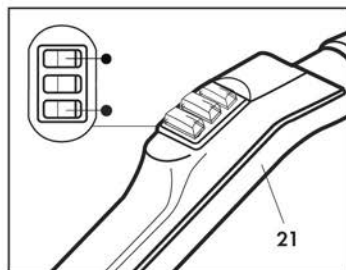
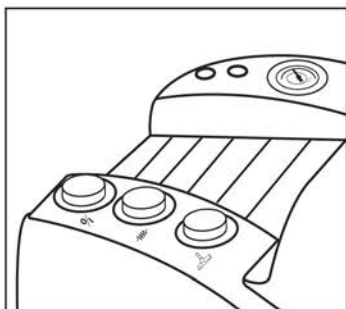

Fig. 14
Fig. 15
Para parar el aparato apagar los interruptores de mando vapor y aspiración situados en la empuñadura (21) (Fig. 14); apagar los interruptores situados en el aparato (Fig. 15) y desconectar el enchufe de la toma de corriente.